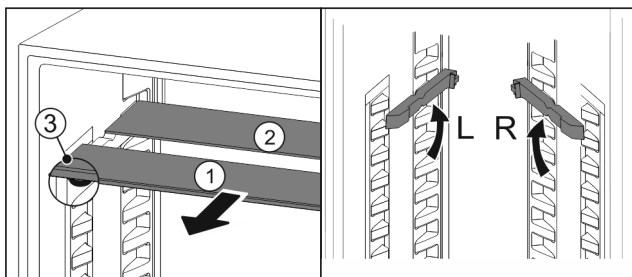

Fig. 81
- По одной извлеките Fig. 81 (1) стеклянные панели движением вперед.
- ▷ Стеклянная панель Fig. 81 (1) с декоративной планкой лежит спереди.
- ▷ Стопоры Fig. 81 (3) показывают вниз.